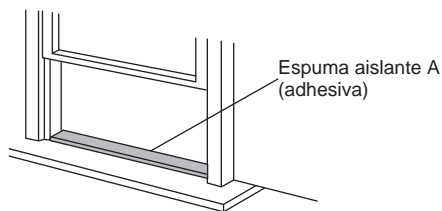

Imagen 8
1. Corte la espuma aislante (adhesiva) en la longitud correcta y adhiérala al soporte de la ventana (imagen 8).